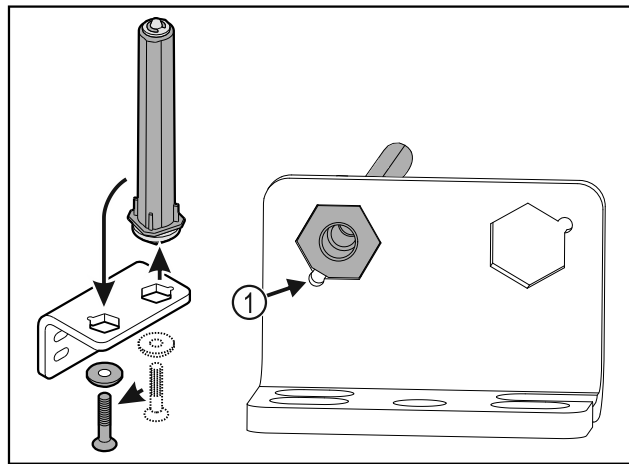

Fig. 26
- ▶ Ügyeljen arra, hogy felhelyezéskor a csapszeg élettörése Fig. 26 (1) a kerek furat felé mutasson.